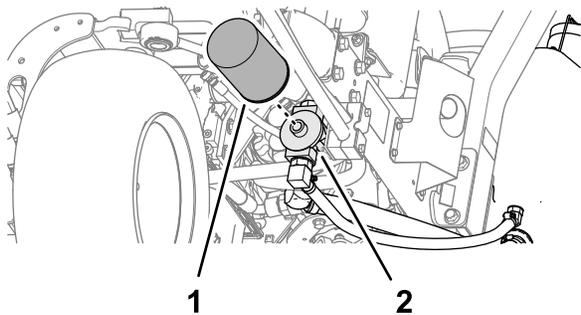

Figura 92
2. Limpe a zona de montagem do filtro. Coloque um recipiente de escoamento debaixo do filtro (Figura 92) e retire o filtro.